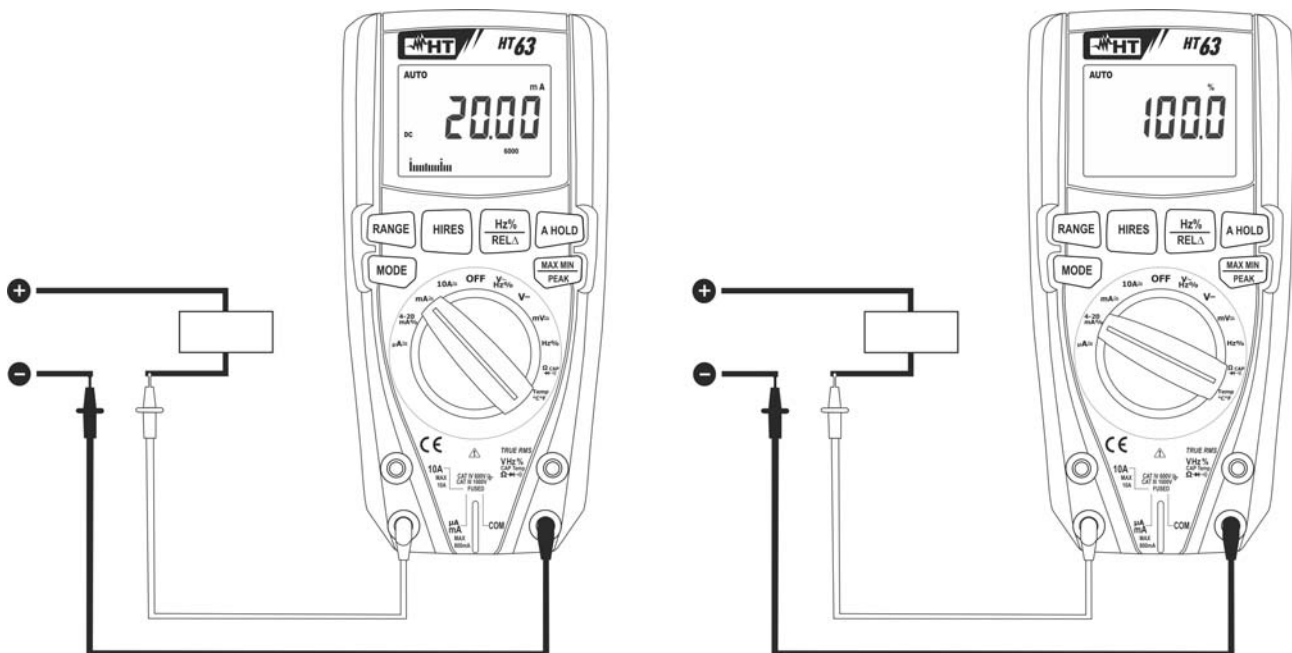

Abb. 9: Verwendung des Gerätes für Gleichstrommessung und 4-20mA% Ablesung
4. Verbinden Sie die rote und die schwarze Messleitung in Reihe mit dem Kreis, dessen Strom Sie messen möchten, und dabei achten Sie auf die Strompolarität und -richtung (siehe Abb. 9).
6. Der Gleichstromwert (siehe Abb. 9 – linke Seite) erscheint auf dem Display.
7. Der Wert der 4-20mA% Ablesung (0mA = -25%, 4mA = 0%, 20mA = 100% und 24mA = 125%) (siehe Abb. 9 – rechte Seite) Ablesung erscheint auf dem Display. Der Bargraph ist bei dieser Funktion nicht aktiv
9. Das Symbol "-" auf dem Display des Gerätes gibt an, dass der Strom die umgekehrte Richtung mit Bezug auf den Anschluss in Abb. 9 hat.